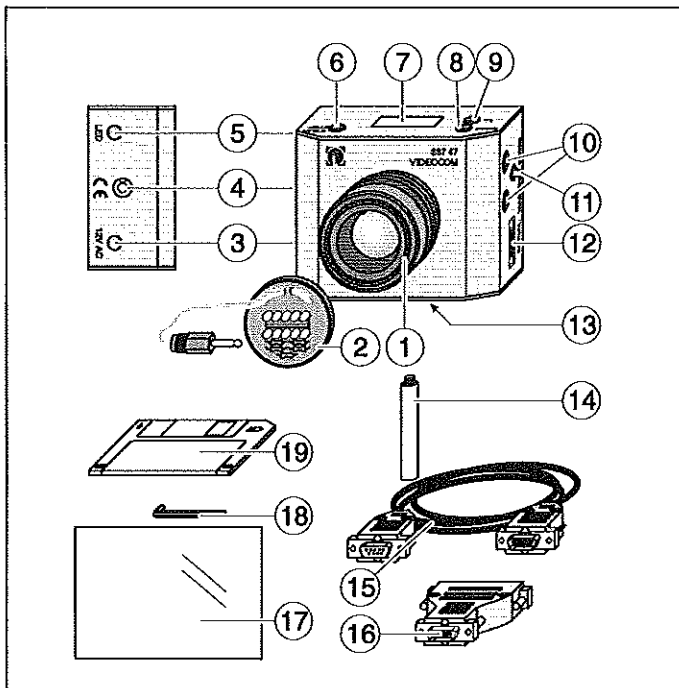

Fig. 2
2.1 VidéoCom (337 47), voir fig. 2
- ① Objectif de 50 mm, fixé au boîtier avec 3 vis à tête creuse
- ② Eclairage stroboscopique par LEDs à disposer sur l'objectif (la fréquence et l'intensité sont réglables); branchement à la douille à cliquet ⑤
- ③ Prise de connexion pour la tension d'alimentation (12 V~) issue de l'adaptateur secteur enfichable avec fiche creuse (par ex. 562 791)
- ④ Bulle de niveau pour vérifier que VidéoCom est bien à la verticale (par ex. pour la détermination de g avec le corps pour l'étude de la chute libre (337 472))
- ⑤ Douille à cliquet pour le branchement de l'éclairage stroboscopique à LEDs ②
- ⑥ Bouton-poussoir START/STOP pour le lancement et l'arrêt de la mesure (possibilité de commande à distance à partir de l'ordinateur)
- ⑦ Cadran à cristaux liquides pour l'affichage de la mise au point avec une aide pour le réglage
- ⑧ Bouton-poussoir MODE pour la sélection de l'intervalle de temps et la commutation entre la mesure de la position et de l'intensité (possibilité de commande à distance à partir de l'ordinateur)
- ⑨ Bouton-poussoir t_{LED} pour le réglage manuel de l'intensité de l'éclairage stroboscopique (possibilité de commande à distance à partir de l'ordinateur)
- ⑩ Paire de douilles de sécurité de 4 mm pour le branchement d'un aimant de maintien